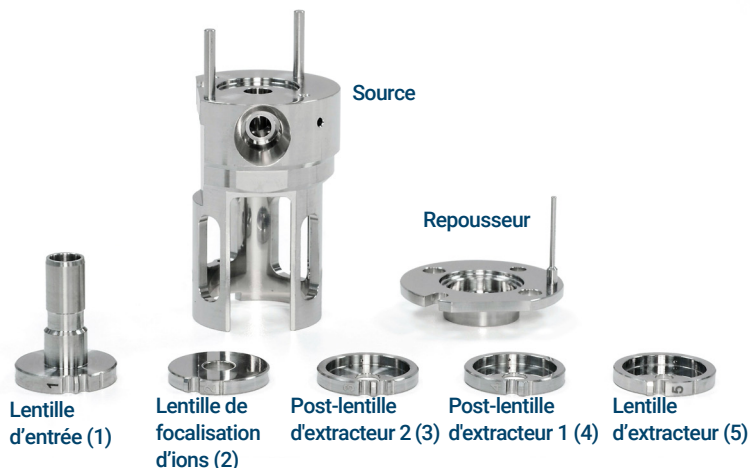

Figure 54. Pièces de la source EI HES à nettoyer
- 2 Récupérer les pièces suivantes pour les nettoyer, dans le cas d'une source EI HES : (Voir **Figure 54** page 199.)
- Lentille d'extracteur (5)
- Post-lentille d'extracteur 1 (4)
- Post-lentille d'extracteur 2 (3)
- Lentille de focalisation d'ions (2)
- Lentille d'entrée étendue (1)